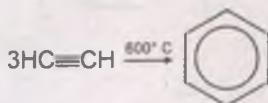

Рис. 112
- 4) циклотримеризация ацетилена и его гомологов над активированным углем при 600 °С (Н.Д. Зелинский) (рис. 112);